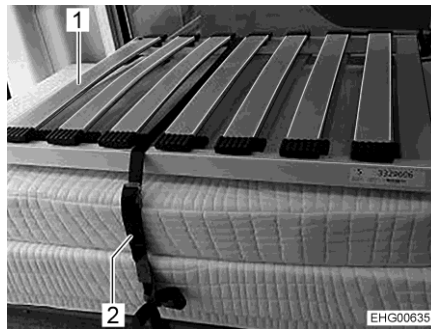

Fig. 32 Lit arrière (position de transport)
- Déverrouiller la sangle de sécurité (Fig. 32,2).
- Poser les sommiers (Fig. 32,1) l'un après l'autre au-dessus du couloir central (sur les lattes du meuble bas).
- Empiler les coussins et les sommiers sur le meuble bas de gauche comme représenté à la Fig. 32.
- Bloquer les coussins et les sommiers avec une sangle de sécurité (Fig. 32,2). Faire passer pour ce faire la sangle de sécurité à travers les œillets prévus à cet effet et lui faire faire une boucle autour des coussins et des sommiers.